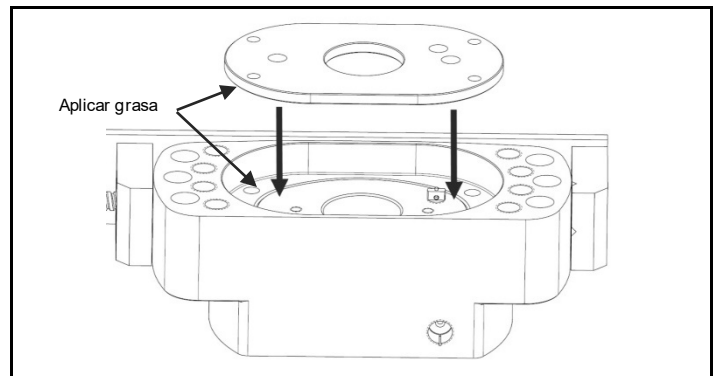
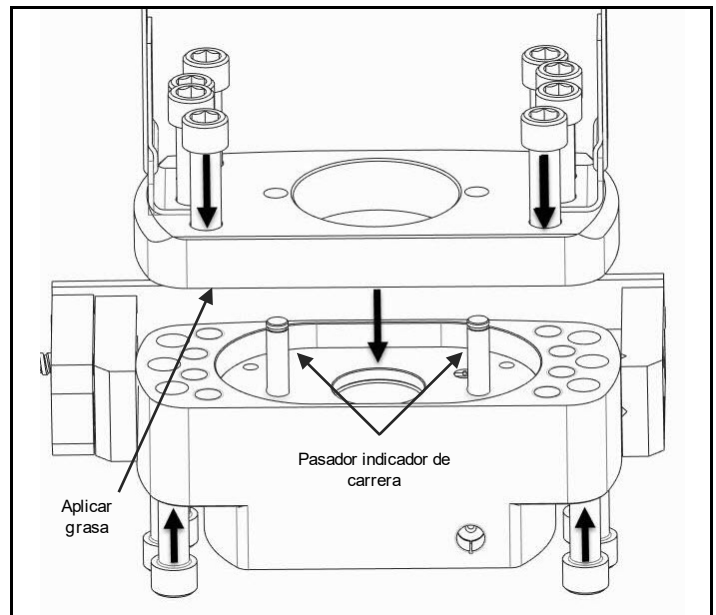

Fig. 4.10 Aplicar grasa, insertar la válvula de descarga, asegurar la placa de retención del resorte
Fig. 4.11 Aplicar grasa, insertar el pasador indicador de carrera, fijar la placa límite al cuerpo
- Asegúrese de que durante el montaje se mantenga la alineación de la válvula de descarga y el pasador indicador de carrera. (Fig. 4.10/ Fig. 4.11)